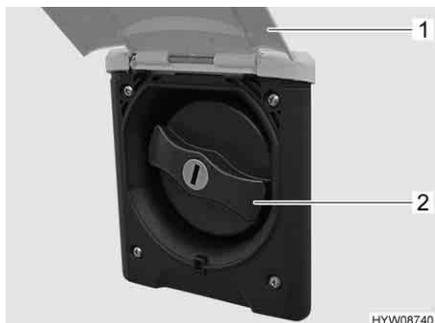

Bild 71 Lock för påfyllningsöppningen för dricksvatten
- Fäll upp den utvändiga luckan (Bild 71,1).
- Vrid om det blå locket (Bild 71,2) en kvarts varv.